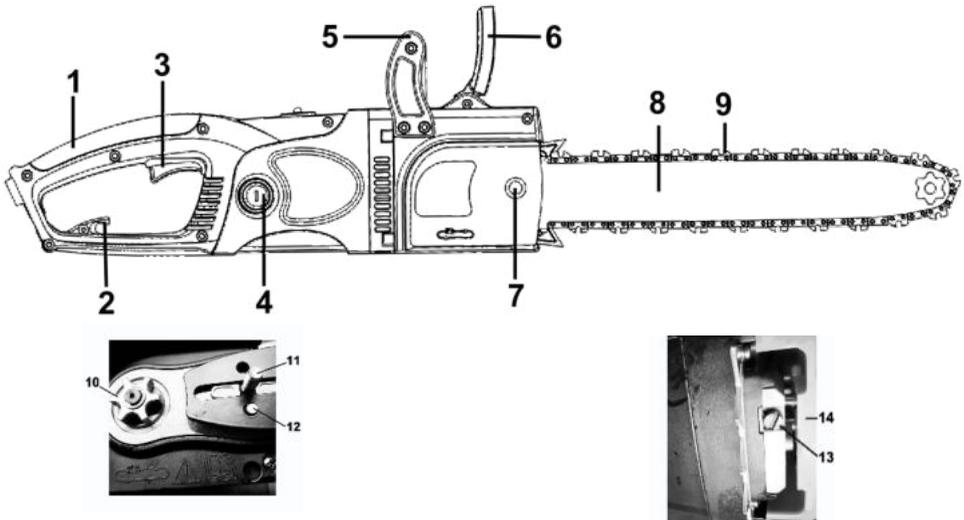

Рисунок 1
пиляльної гарнітури у складі шини (8), пиляльного ланцюга (9), однофазного колекторного двигуна з подвійною ізоляцією, який встановлений по «подовжній» схемі – вісь двигуна паралельно осі виробу, при цьому рух на приводну шестерню (10) ланцюга передається під кутом 90° через конічний редуктор; системи зчеплення з відцентровою муфтою та гальмами, – згідно рис. 1.
4.1.1 Для увімкнення виробу натисніть на кнопку блокування від випадкового ввімкнення (розташована з лівого боку основної рукоятки), а потім на важіль перемикача (3) (рис. 1). Для відключення виробу слід важіль відпустити.